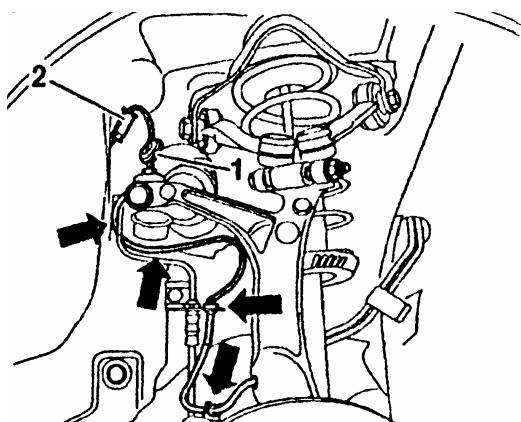

图 13-23 拆卸转速传感器导线
- (1) 松开车轮螺栓, 举升起汽车。拆下车轮。
- (2) 如图 13-23 所示, 从车轮罩上松开套, 拔下转速传感器导线插头。从定位夹 (箭头) 上拆下转速传感器导线。